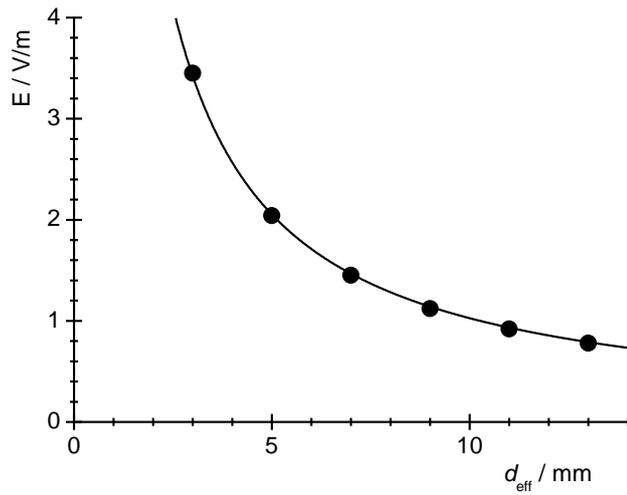
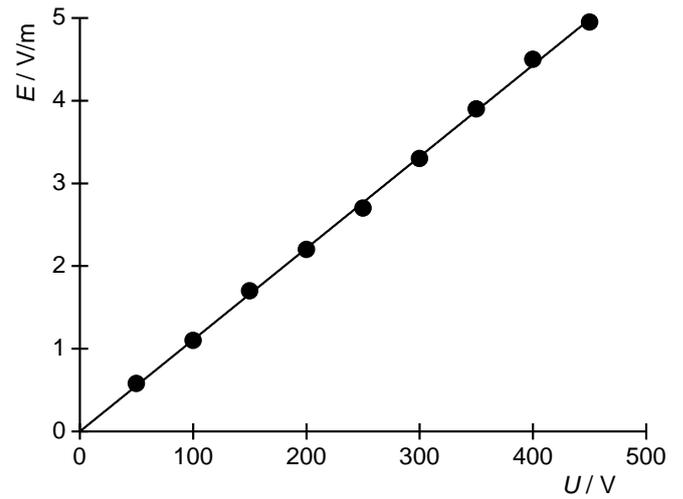

Fig. 3: Campo elétrico no capacitor de placas em dependência da distância efetiva das placas para  $U = 100 \text{ V}$ .
Fig. 4: Campo elétrico no capacitor de placas em dependência da tensão aplicada  $U$  para  $d_{\text{eff}} = 10 \text{ mm}$ .
- Representar graficamente os campos elétricos medidos  $E$  em dependência da distância efetiva das placas  $d_{\text{eff}}$  (Tab. 2) e da tensão aplicada  $U$  (Tab. 3) (Fig. 3, 4).
- A dependência hiperbólica dos campos elétricos da distância efetiva das placas (Fig. 3) e a dependência linear da tensão aplicada (Fig. 4) conforme a equação (2) são confirmadas.